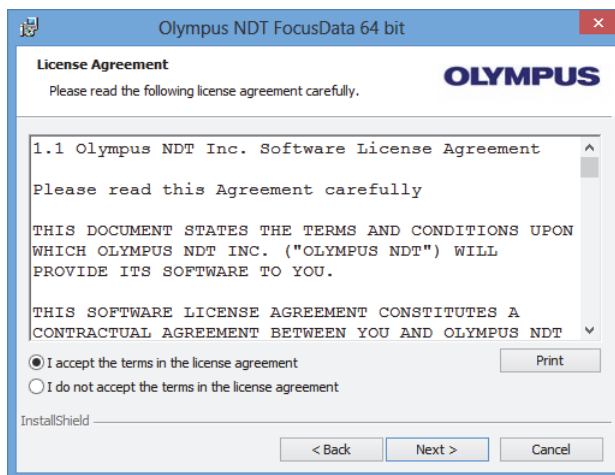

Рис. 1-4 Лицензионное соглашение на использование ПО
3. На странице мастера **Software License Agreement** (Лицензионное соглашение на использование ПО) нажмите **I agree** [Я согласен] (см. Рис. 1-4 на стр. 17).